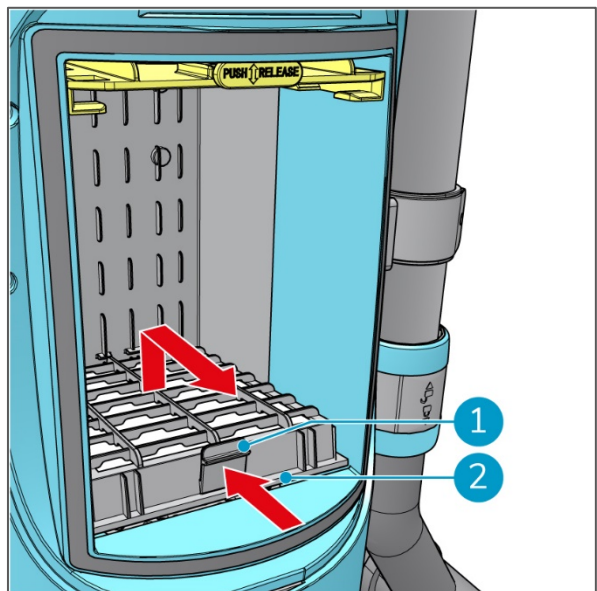
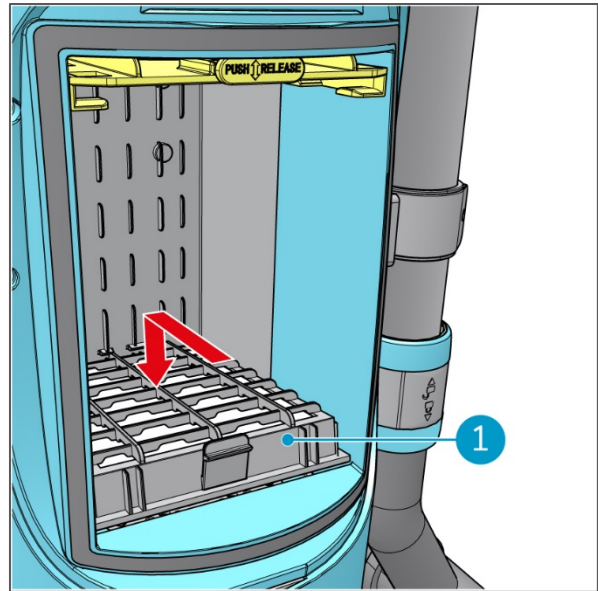

Figura 22
Figura 23
4. Premere leggermente il pulsante grigio (Figura 22, pos 1) per sbloccare il filtro a cassetta.
5. Estrarre il filtro a cassetta (Figura 22, pos 2) fuori dal corpo dell'i-move 2.5B.
6. Spingere il nuovo filtro a cassetta nel corpo di i-move 2.5B® (Figura 23, pos 1). Quando il pulsante grigio (Figura 22, pos 1) fa clic, è bloccato.